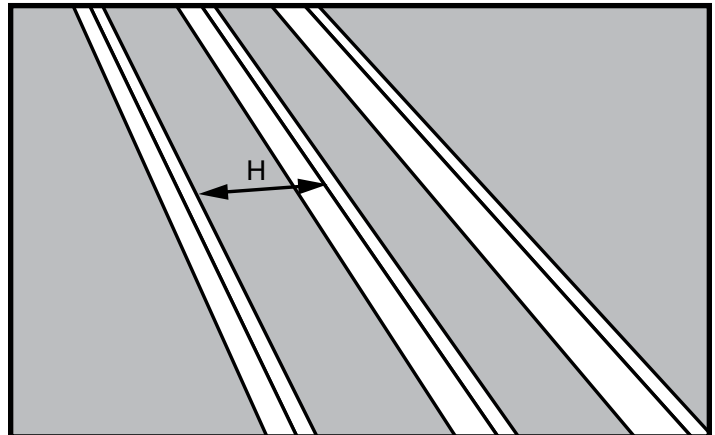

Figura 11
PASO 1. Mida la longitud "H" de travesaño entre las vigas (Vea la Figura 11).